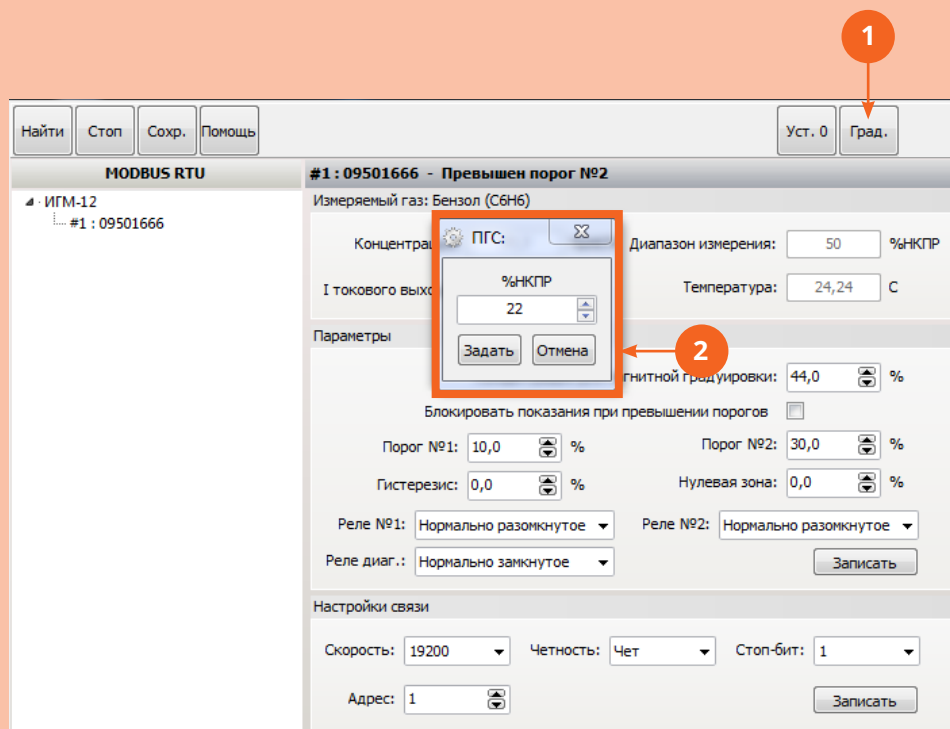

Рисунок 6
5.7.3. Нажать кнопку **1** и ввести значение концентрации подаваемой ПГС в поле **2** (рис. 6.) Произойдет установка масштабного коэффициента.